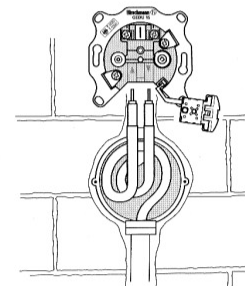

Fig. 3
3. Koax-Kabel gemäß Fig. 3 verlegen.
3. Install the coaxial cables acc. to Fig. 3.
3. Installer les câbles coaxiaux selon la Fig. 3.